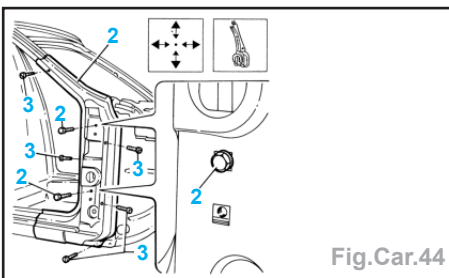

Fig.Car.44
- Positionner le renfort de pied avant et le pied avant (1) sur le véhicule et le fixer avec des pinces-étau (Fig.Car.44).